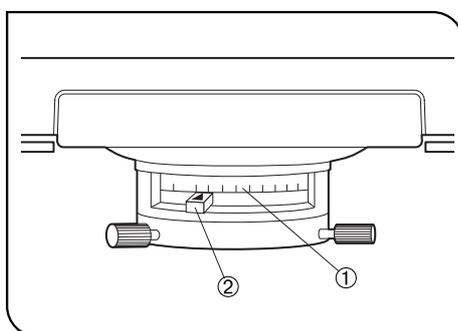

Abb. 20
2 Aperturblende (Abb. 20)
Bei Verwendung eines 100X-Objektivs den Aperturblendenhebel ② bis zum Wert 0,9 auf der Skala drehen. (Abb. 20)